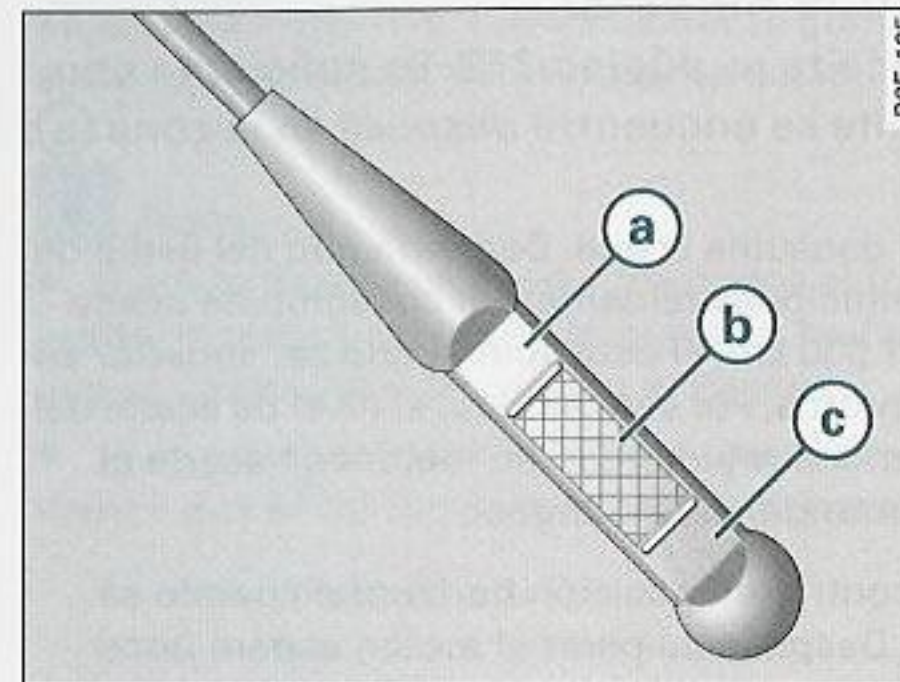

Fig. 231 Zonas marcadas en la varilla de medición de aceite
- A continuación, vuelva a extraer la varilla de medición para verificar el nivel de aceite correcto ⇒ fig. 231.
El nivel de aceite no deberá estar en ningún caso por encima de la zona ⇒ *página 311*, fig. 231 (a). De no ser así, podría aspirarse aceite por el respiradero del cigüeñal y llegar a la atmósfera a través del sistema de escape. El aceite puede quemarse en el catalizador y deteriorarlo. ■